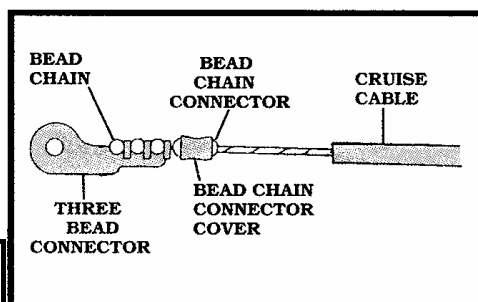

Figure 19
5. 使用”3珠鎖片”的方式，須與下列的零件同時使用：“3珠鎖片” 珠型鏈條 珠型鏈條連接扣 連接扣護套（參考 Figure 19）